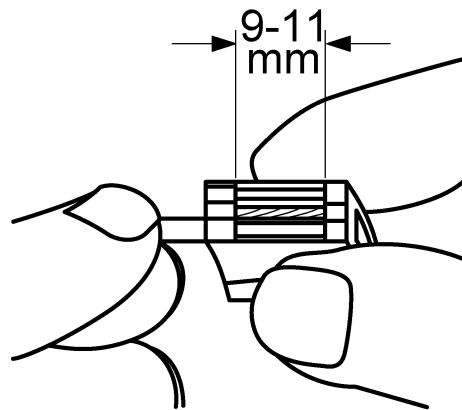

Figure 8: Longueur de dénudage
- Dénuder le conducteur 9 - 11 mm (figure 8).